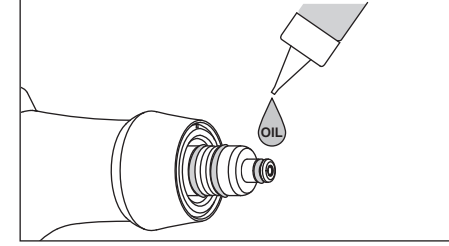

Fig.15
- 1) Toz haznesinin O-ring kısmını kurutun, set içeriğinde verilen yağdan bir damla uygulayın ve parmağınız yardımı ile iyice bölgeye yayın. (Fig. 15)